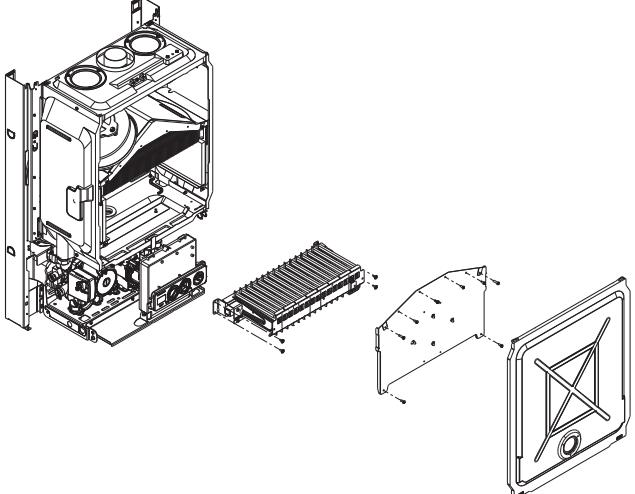

Рис. 4.8
- Снимите в следующей последовательности: облицовку, крышку воздухозаборной камеры и крышку камеры горения (рис. 4.8)
- Отвинтите крепежные винты горелки и снимите горелку вместе с присоединенным к ней электродом и соответствующими проводами (рис. 4.8)